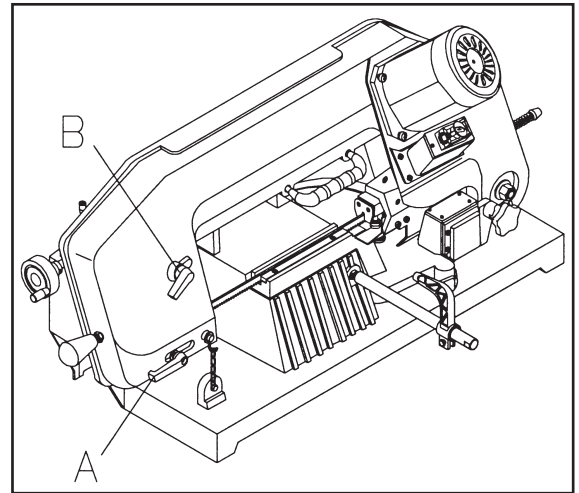

Fig. 6
1. Den Feststellgriff (A) Fig. 6 lösen und die Bandführung so nahe wie möglich ans Werkstück einstellen.
2. Den Feststellgriff (A) vor Sägebeginn festziehen.
Die Band wird über den Exzenterhebel (B) Fig. 6 gespannt. Diese Spannung wurde vom Werk eingestellt und kann nicht verstellt werden.